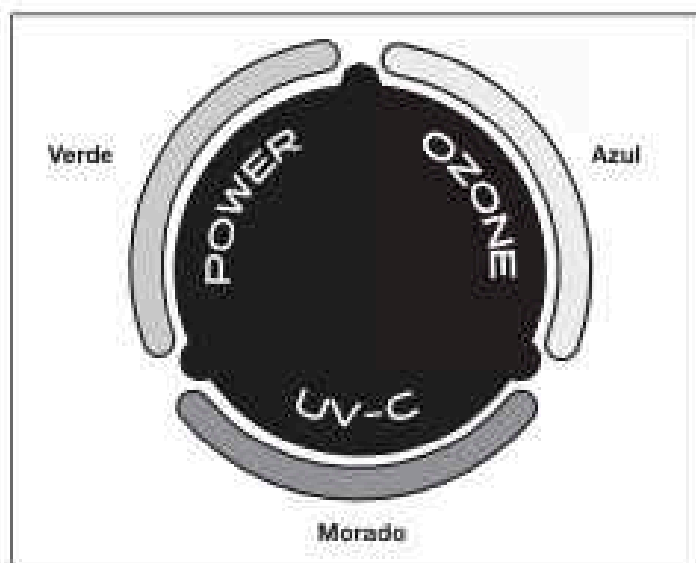
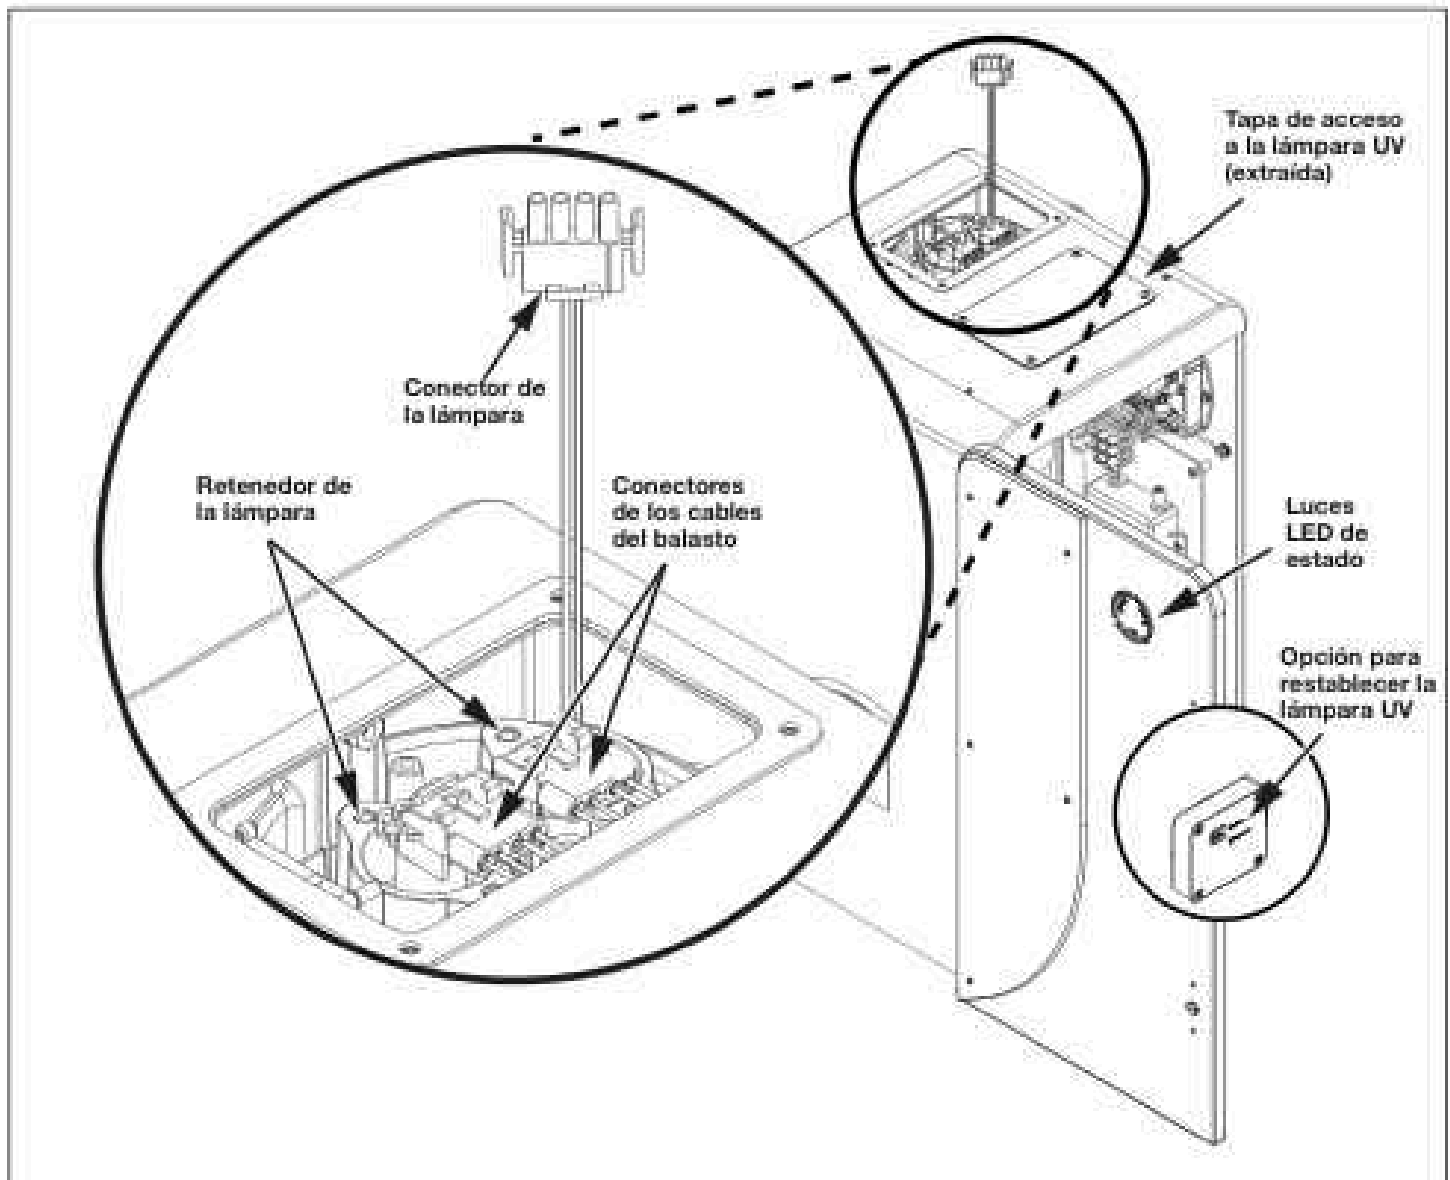

Figura 8. Luces LED de estado durante el funcionamiento normal
Figura 14. Reemplazo de las lámparas UV
El sistema AOP Jandy tiene luces de estado (Figura 8) para indicar el funcionamiento. Las luces deben mostrar los colores correctos después de que la bomba alcance un caudal constante (consulte la sección 2.2.4 Caudales recomendados). Durante el funcionamiento normal, consulte la Tabla 1 debajo para obtener información sobre los estados.
Hay dos lámparas en cada unidad del sistema AOP Jandy. La luz UV-C morada en los LED de estado del sistema indica que las lámparas UV funcionan correctamente (consulte la Figura 8). Si se retira el panel de acceso a la lámpara UV mientras la unidad está funcionando, la unidad se apagará automáticamente (consulte la Figura 14). Cada una de las lámparas está alojada en un tubo de cuarzo que la protege.
2. Use un destornillador Phillips para quitar los cuatro (4) tornillos que sujetan la tapa de acceso. Consulte la Figura 14.
4. Desenchufe los conectores de la lámpara de los conectores de los cables del balasto. Luego, sujete los cables de la lámpara UV y tire suavemente hasta que la parte superior de la lámpara UV pase las pestañas del retenedor de la lámpara. Consulte la Figura 14.
9. Presione el botón para restablecer la lámpara UV que se encuentra en la puerta interna, detrás de las luces de estado. Consulte la Figura 14.
10. Sujete el panel de acceso a la lámpara UV con los cuatro (4) tornillos una vez que el sistema esté en condiciones de funcionar.
2. Ubique el panel de acceso a la lámpara UV en la parte superior del sistema AOP Jandy. Retire los cuatro (4) tornillos con un destornillador Phillips y quite el panel. Consulte la Figura 14.